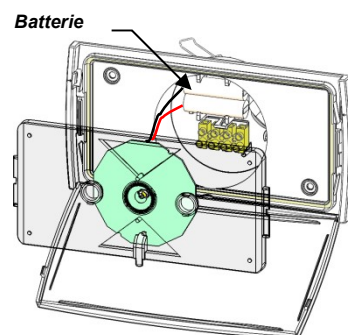

Fig. 8
- Remplacer le pack batterie correspondant (fig. 8).